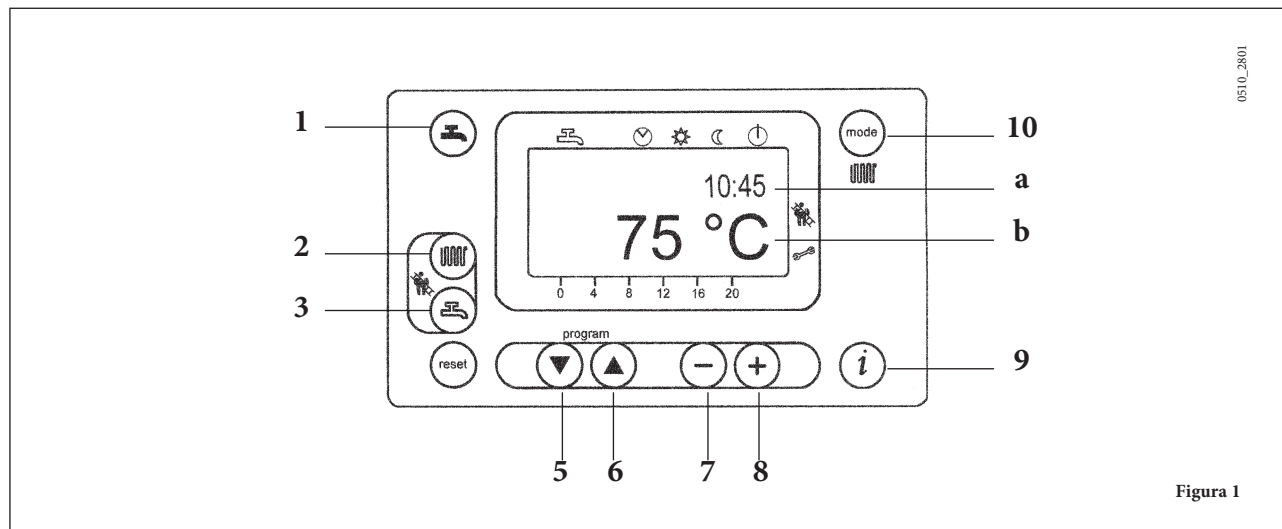
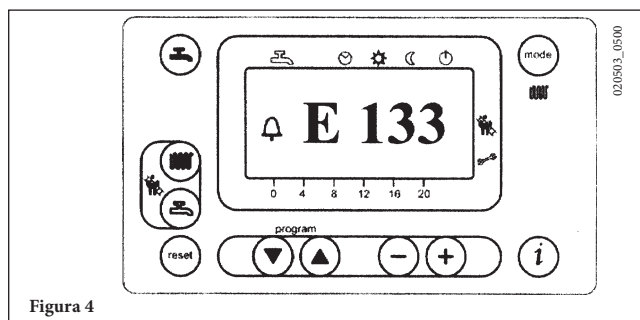
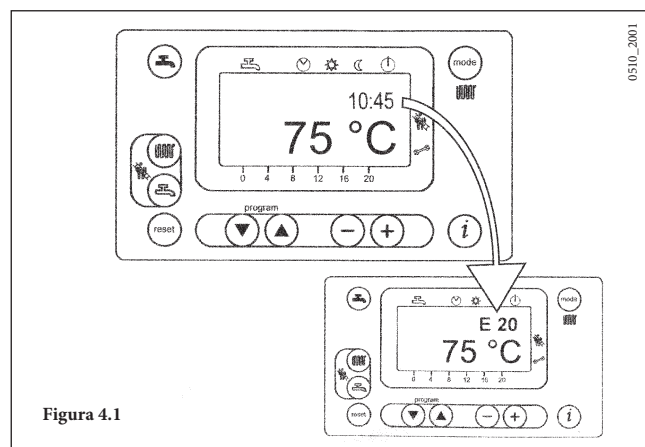

Figura 1
Figura 4
Figura 4.1
- Apăsați tasta H (2- figura 1) pentru a seta temperatura de încălzire a apei;
- apăsați una din tastele H mode (1 sau 10 - figura 1) pentru memorizare și revenire la meniul principal.
N.B. – Cu sonda externă racordată, cu ajutorul tastei H (2 – figura 1) este posibilă translația curbei de încălzire. Apăsați tastele $-$ $+$ pentru a diminua sau mări temperatura ambiantă a încăperii ce trebuie încălzită.
- Apăsați tasta H (3- figura 1) pentru a seta temperatura maximă a apei menajere;
- apăsați una din cele două taste H mode (1 sau 10 - figura 1) pentru memorizare și revenire la meniul principal.
Pe afișajul principal (figura 1 a) apar indicatoarele de anomalie împreună cu simbolul  (figura 4).
Pe afișajul secundar (figura 1 b) apar alternativ indicatoarele intermitente de anomalie și oră (figura 4.1). Nu este posibilă resetarea indicatoarelor de anomalie care apar pe afișajul secundar, întrucât trebuie mai întâi îndepărtată cauza care a declanșat intrarea indicatoarelor.